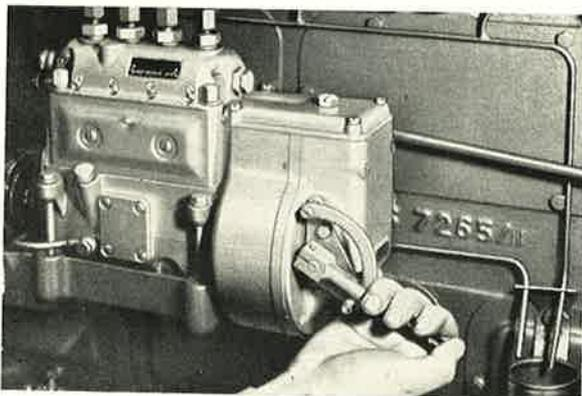

Abb. 67
- b) Den Kraftstoffhebel allmählich in die Stellung STOP verstellen (Abb. 67).